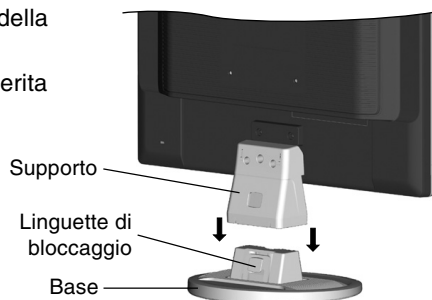

Figura S.1
1. Inserire la parte anteriore del supporto LCD nei fori presenti sulla parte anteriore della base (**Figura S.1**).
2. Fissare la base al supporto. La linguetta di bloccaggio sulla base deve essere inserita perfettamente nel foro sulla parte posteriore del supporto (**Figura S.1**).